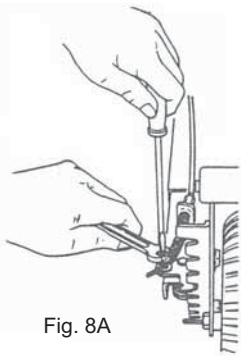

Fig. 8A
- e. Nach Einrichten des Einstellseiles, die Befestigungsmutter des Verschlussbleches lockern und das innere Seil mit einer Zange leicht anziehen (Abbildung 8). Das Verschlussblech durch Andrehen der Befestigungsmutter wieder befestigen und mit einem Schraubenzieher verriegeln. (Abbildung 8A).